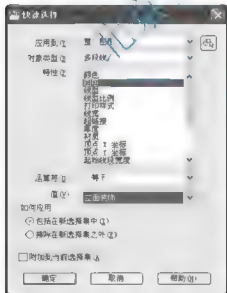

图 4.101 【快速选择】对话框
(7) 选择菜单栏中的【工具】|【快速选择】命令,打开【快速选择】对话框。
① 【快速选择】对话框中的参数设置如图4.101所示,表示要选择【立面装饰】图层上的所有对象。